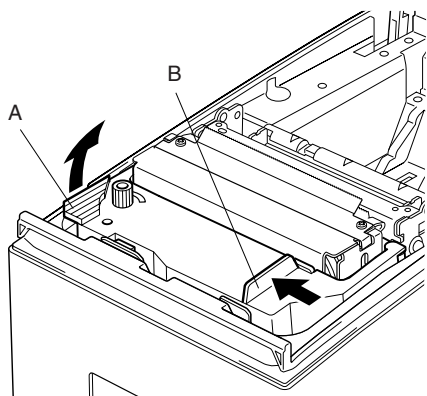

Abb. 5-3 Farbbandkassette ausbauen
**Hinweis:** Beim Entfernen der Farbbandkassette den Teil A anheben und dann die Kassette an Teil B halten und Abziehen wie in Abbildung 5-3 gezeigt.